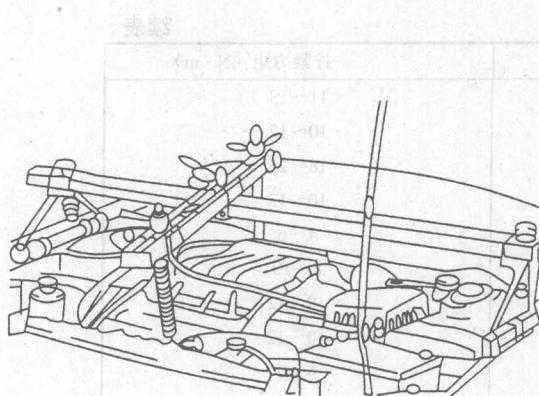
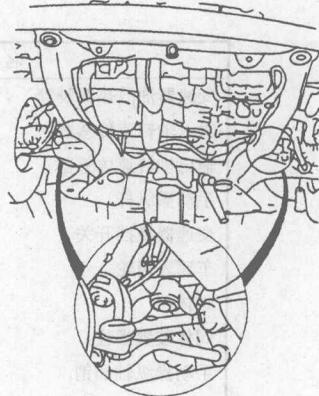

图 1.14 固定发动机
图 1.15 拆下 U 形连接器螺栓
- ⑧ 用发动机支架固定发动机，如图 1.14 所示。
- ⑨ 举升汽车，拆下前排气管，在副车架底部放置千斤顶。拆下稳定杆，转向横拉杆球头、下臂球节和半轴。
- ⑩ 拆下变速器 U 形连接器螺栓，回油管固定螺栓。如图 1.15 所示。